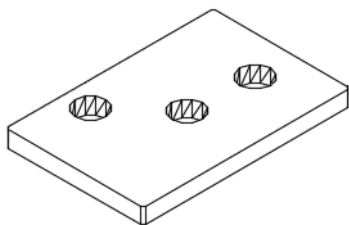

图 9-75 差集运算的模型结果（消隐后）
3) 为了清楚起见,可以选择“视图”菜单中的“消隐”命令来观察模型,效果如图 9-75 所示。